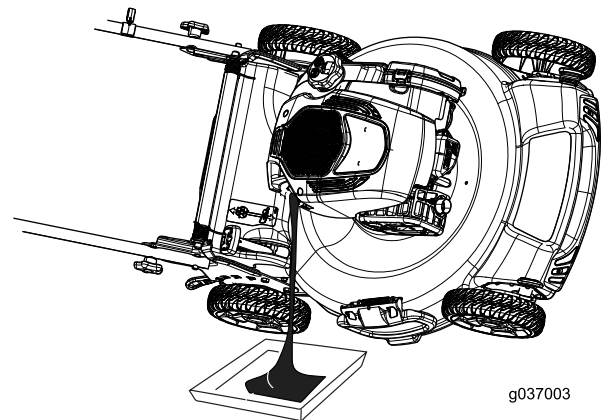

Figure 34
4. Inclinez la machine sur le côté (filtre à air en haut) pour vidanger l'huile usagée par le goulot de remplissage (Figure 34).